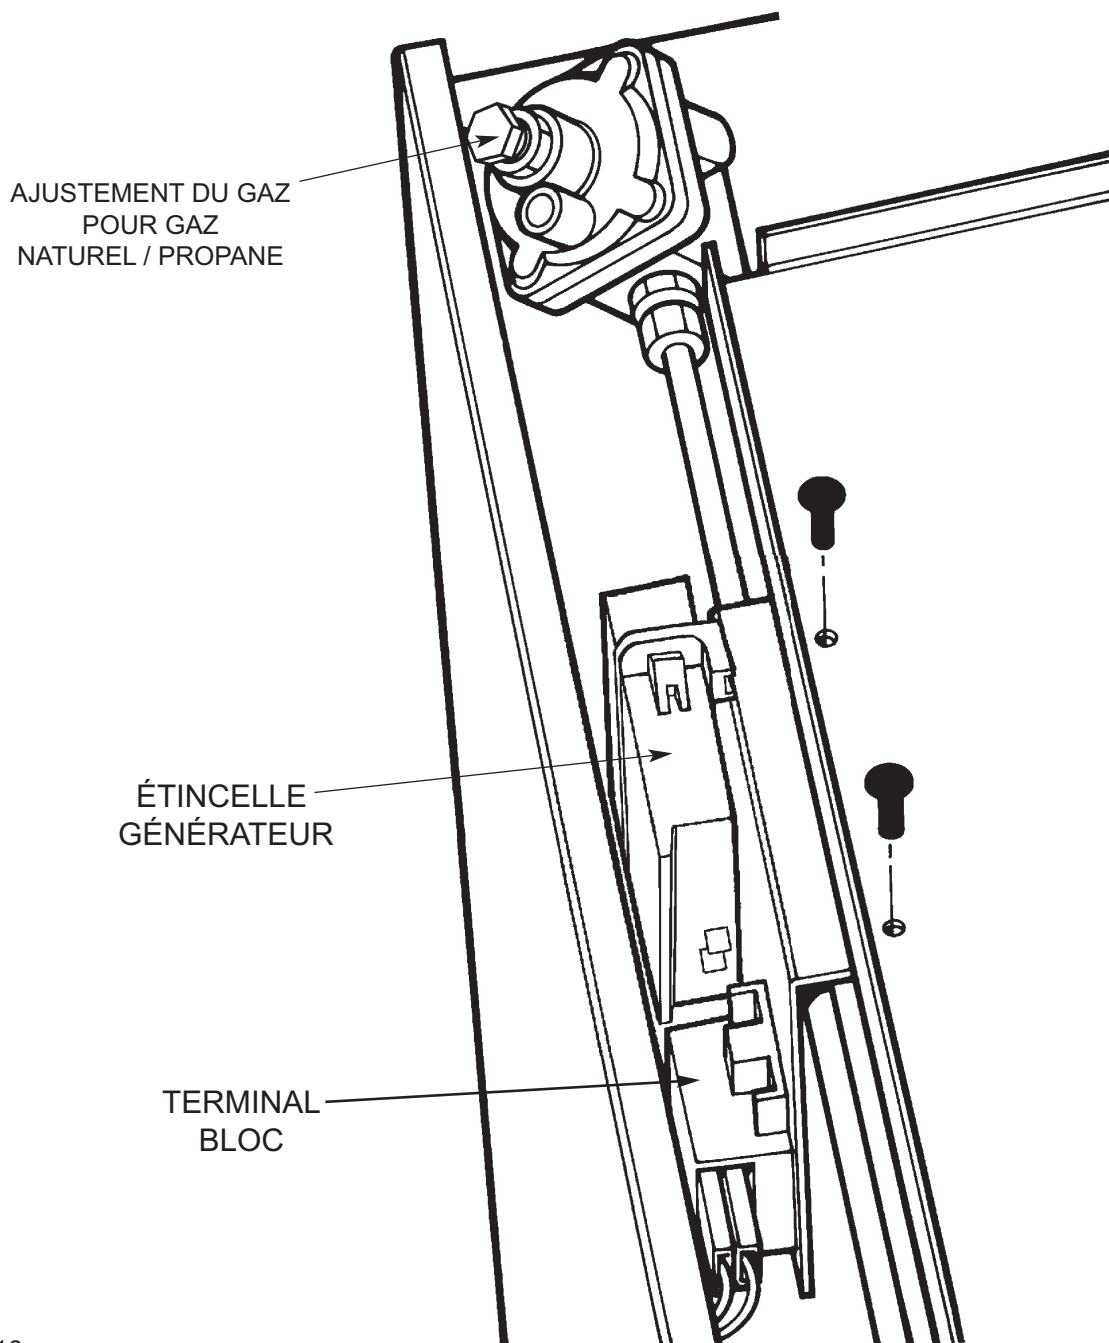

Fig. 16
- 3 Retirez les deux vis retenant le générateur fixant le support au panneau de soutien du brûleur, et retirez le générateur. (Voir fig. 16).
- 4 Retirez tout le câblage du générateur d'allumage avec attention (Fig. 16).